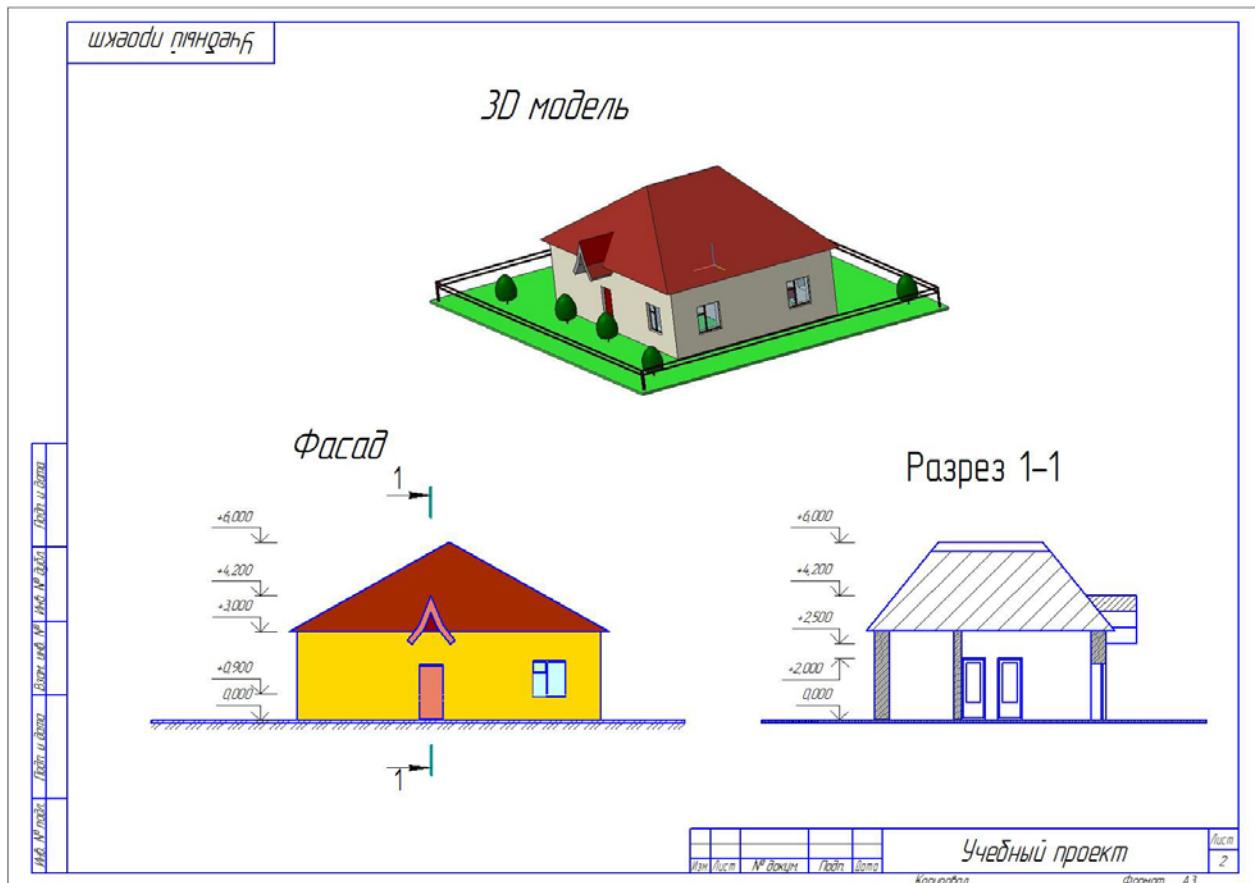

Рисунок 3.1.11. Образец построения фасада и разреза
3. Постройте фасад и разрез дома, выполненного в Учебном проекте (Рис. 3.1.11).